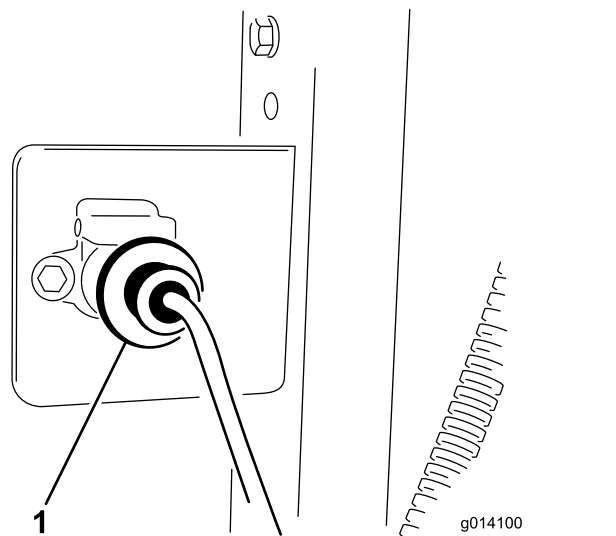

Figura 10
3. Fissate la presa di cablaggio alla staffa con 2 bulloni (1/4" x 1") e dadi (Figura 10).
5. Collegate il cablaggio della macchina al cablaggio del veicolo trainante (Figura 10). Il terminale è situato tra i flessibili idraulici fissati al veicolo trainante.